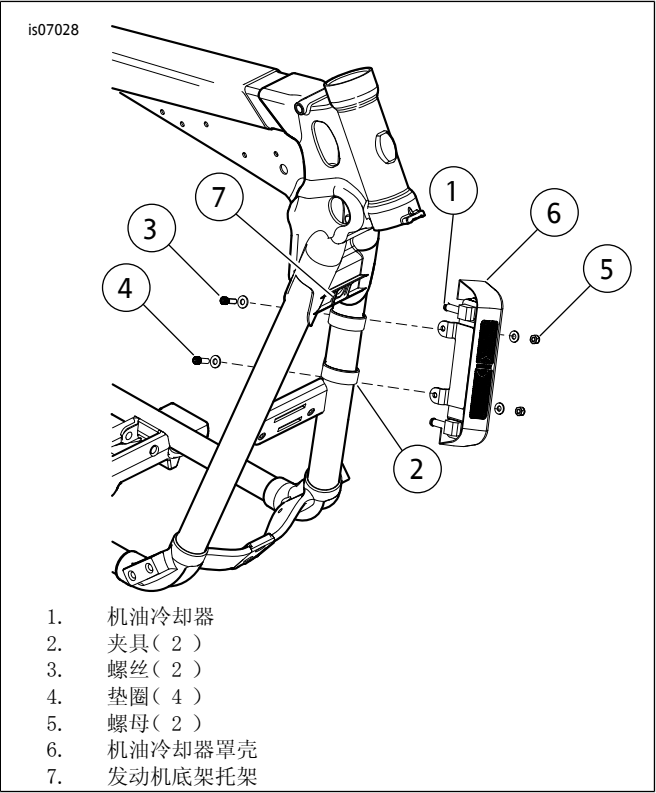

图2 。安装机油冷却器组件
1. 参见图2。用两个固定夹(2)、两个凹头螺丝(3)、四个垫圈(4)和两个螺母(5)将机油冷却器(1)安装到左侧下管。夹具平整侧朝外，将上部支架放置在距离发动机底座(7)底部不超过31.8 mm (1 1/2 in)的位置。拧紧螺丝至10.2-13.5 N·m (90-119 in-lbs)。